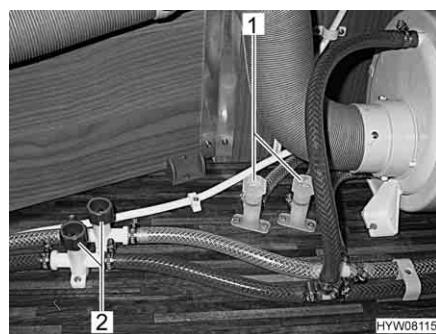
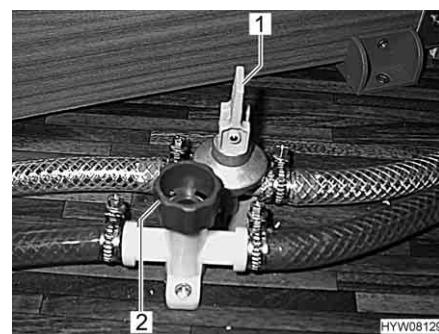

Fig. 133 Rubinetti di scarico scaldaacqua
Fig. 134 Rubinetti di scarico del boiler
- Chiudere tutti i rubinetti di scarico. A tal fine ruotare i coperchi (Fig. 133,1 e 2 o Fig. 134,2) in senso orario oppure posizionare la leva a bilanciere (Fig. 134,1) in posizione orizzontale.